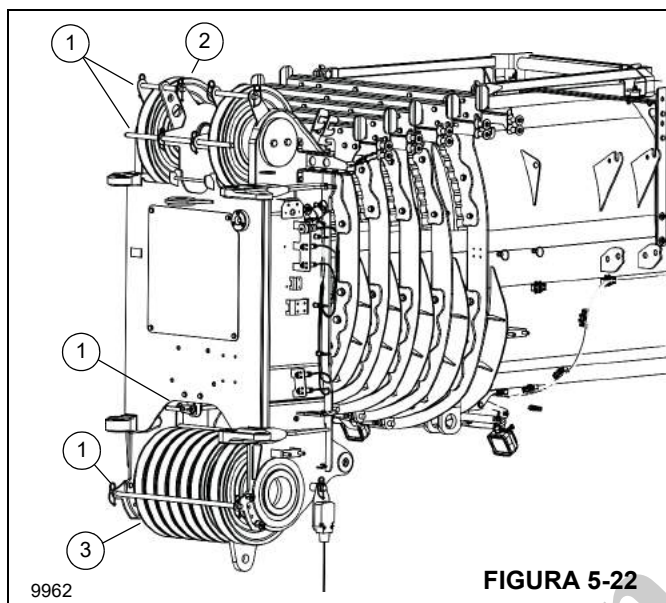

FIGURA 5-22
2. Remova as hastes de retenção (1, Figura 5-22).
3. Guie o cabo sobre a polia da extremidade superior da lança (2).
4. Guie o cabo sobre a polia da extremidade inferior da lança (3).
6. Reinstale todas as hastes de retenção (1) e prenda com grampos de retenção.
1. Remova as hastes de retenção (1, Figura 5-22).
3. Retire o cabo de elevação da polia da extremidade superior da lança (2) e coloque-o no chão do lado esquerdo. Enrole o cabo de elevação no tambor do guincho.